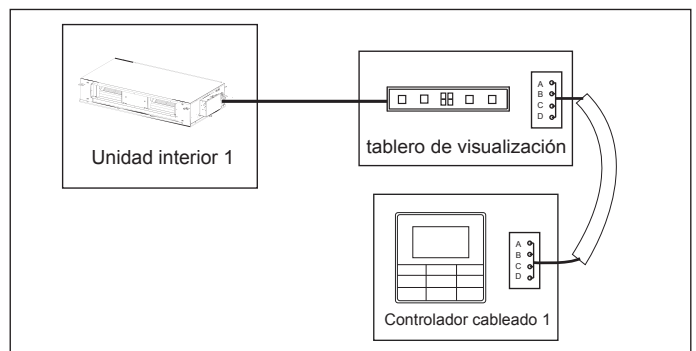

Figura 7.9
- Utilice 1 controlador cableado para controlar 1 unidad interior (consulte la Figura 7.9).